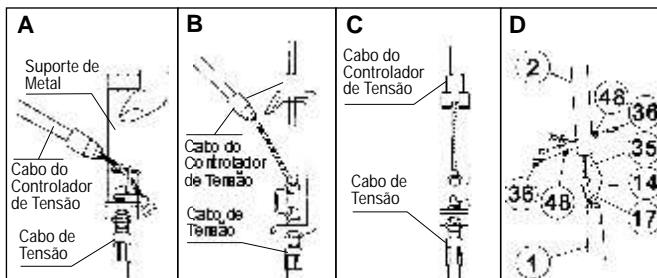

Figura 3
Coloque a extremidade do cabo de resistência do controle de tensão (35) no gancho de mola do cabo de controle de tensão (17) como mostra o diagrama A da figura 3. Puxe o cabo de resistência do controle de tensão (35) e introduza-o no suporte metálico do cabo de controle de tensão (17) como mostra o diagrama B da figura 3. Conecte por completo o cabo de resistência do controle de tensão (35) com o cabo de controle de tensão (17) como mostra o diagrama C da figura 3. Insira o cabo do painel (14) no apoio do guidão (2) e retire-o através do furo do suporte (2). Insira o apoio do guidão (2) ao tubo da estrutura principal (1) e ajuste-o com quatro parafusos M8x20 e arruelas curvas Ø 8 (48). (Ver figura 3)